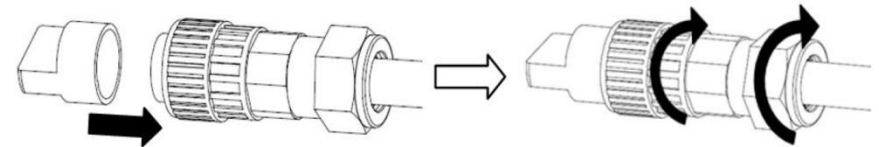

Abbildung 5.23 Montage des Wechselstromsteckers
B) Rasten Sie die Kunststoffvorrichtung im Socketteil ein (zusätzlich anziehen), ziehen Sie den Adapter im Socketteil an und ziehen Sie anschließend die Überwurfmutter mit 3-4 Nm Drehmoment fest (siehe Abbildung 5.23).